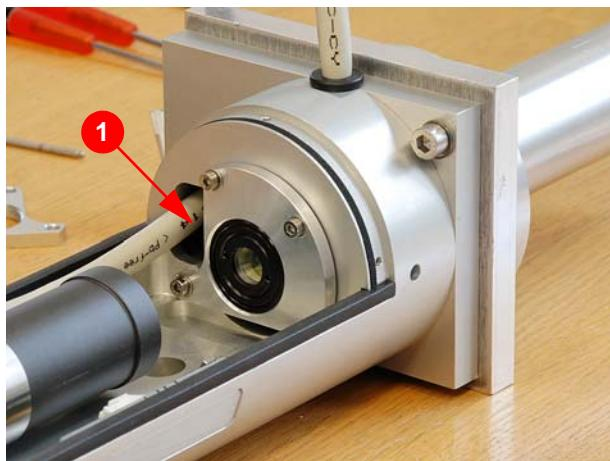

Abbildung 7.25 Fokuspunkt einstellen
- Justage in Ordnung (1) (Querschnitt kreisförmig)
- Zu breit (2) (Querschnitt kreisförmig)
- Y-Abmessung zu breit (3) (Querschnitt elliptisch, X-Achse > Y-Achse)
- X-Abmessung zu breit (4) (Querschnitt elliptisch, X-Achse < Y-Achse)
10. Ggf. Fokuspunkt durch Verstellen des Justageringes (1) (Abbildung 7.25) an der Strahlaufweitung verändern.